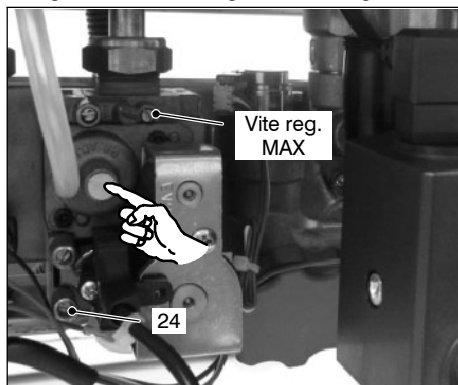

fig. 7.6
Dopo ogni misurazione delle pressioni gas, **richiudere bene** le prese di pressione utilizzate (24 in fig. 7.6). Dopo ogni operazione di regolazione gas **gli organi di regolazione della valvola devono essere sigillati**.
- 2 A caldaia spenta (fuori servizio), controllare la pressione di alimentazione utilizzando la presa 24 in fig. 7.6 e confrontare il valore letto con quelli riportati nella tabella **Pressioni di alimentazione gas** a pag. 12, 14
- 13 Confrontare il valore di CO_2 letto sull'analizzatore fumi con quello nella tabella **Dati Tecnici** a pag. 12 o pag. 14 di **CO_2 a Q.min.** Per tarare il CO_2 della caldaia (pressione del gas al bruciatore) svitare il tappo in ottone e agire sulla vite a brugola $\varnothing 4$ mm fig. 7.6
- 16 Se i due dati non coincidono agire sulla vite di **regolazione massimo** (fig. 7.6) della valvola gas e tarare il CO_2 allo stesso valore riportato nella tabella **Dati Tecnici** a pag. 12 o pag. 14.